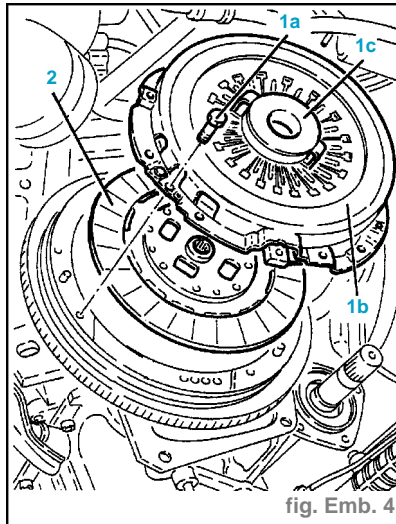

fig. Emb. 4
- Dévisser les vis (1a) et déposer la protection de l'embrayage (1b) avec le palier de butée (1c) (fig. Emb. 4).